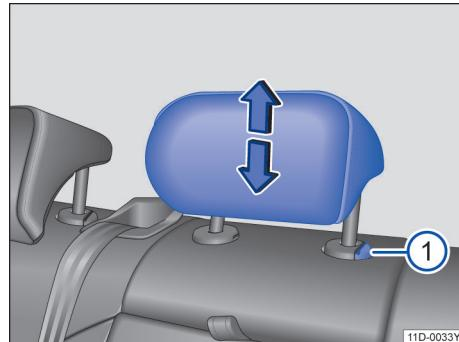

图 66 调整后排头枕
- 按住按钮→图 66①，同时沿箭头方向上推或下压头枕即可将头枕调整至合适高度→▲。